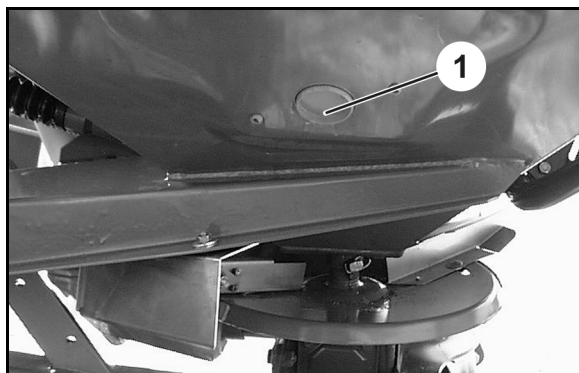

Fig. 41
1. Ta av plastproppen (Fig. 41/1)